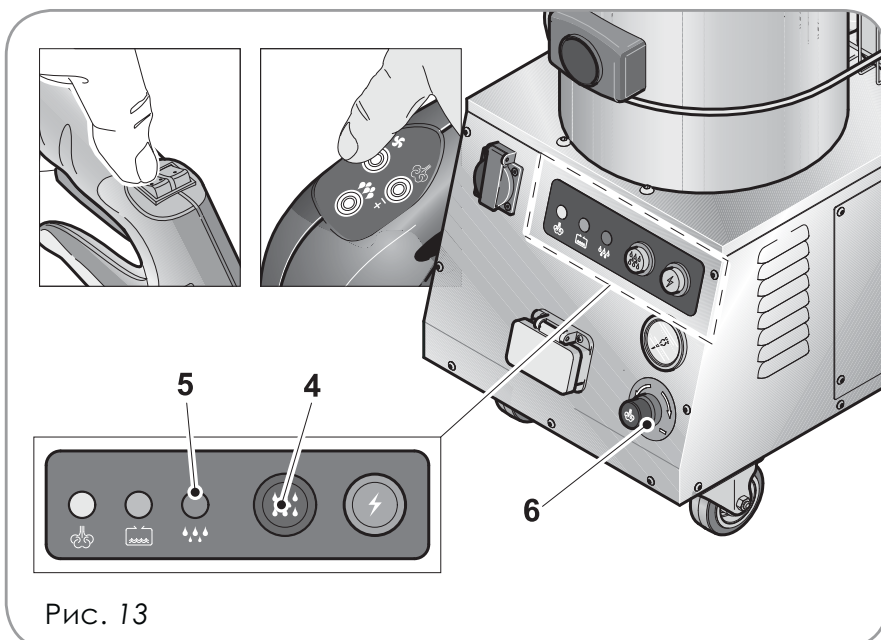
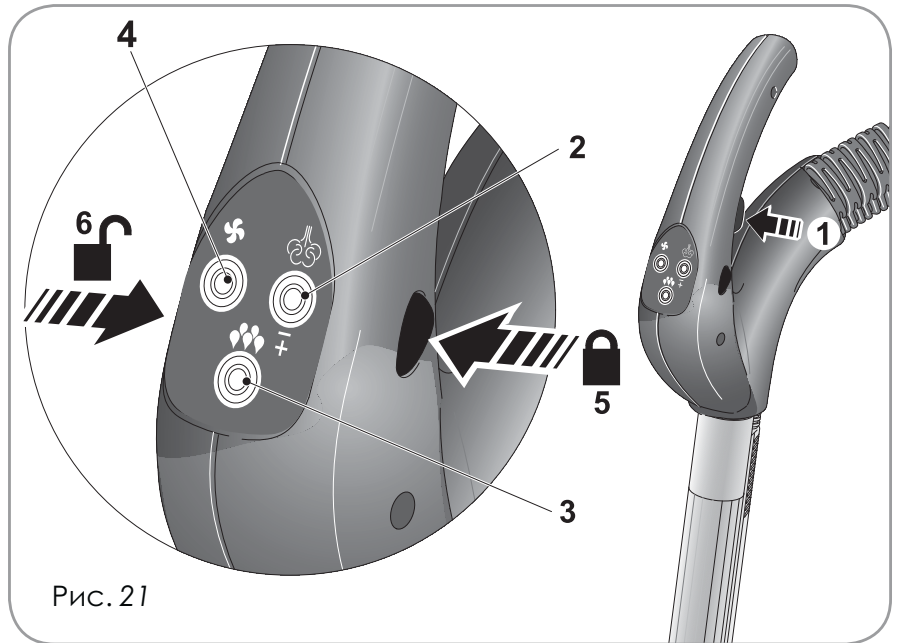
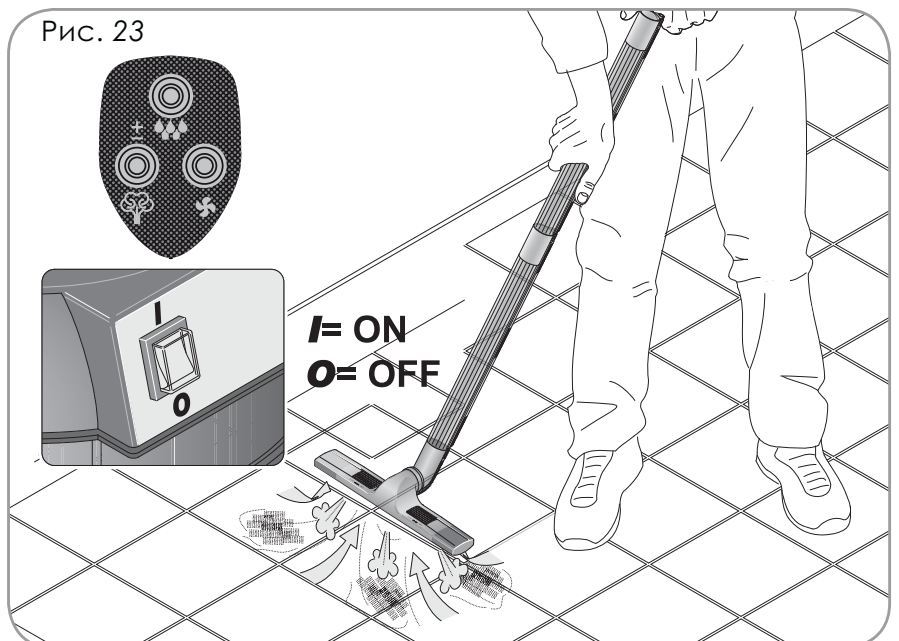

Рис. 13
Рис. 21
Рис. 23
Нажать кнопку подачи моющего средства (поз. 4, рис. 13). Нажать кнопку 2 рис.21 для подключения или отключения функции пара.
Нажимая на крючок 1 и кнопку 3 рис. 21, осуществляется подача пара и моющего средства, при отпускании кнопки 3, подача моющего средства прекращается.
С помощью регулятора пара (поз. 6, рис. 13) можно отрегулировать количество подаваемого пара, следуя стрелкам + и -, расположенным на панели.
Нажать кнопку (2) на рукоятке, чтобы включить или отключить функцию пара. После подключения функции нажать крючок поз.1 Рис.21 для подачи пара до его отпускания.
Также возможно запустить двигатель, нажав на кнопку (4), находящуюся на рукоятке (Рис.21). Для функционирования в данном режиме необязательно, чтобы генератор находился под давлением.
Во время нормальной подачи пара/моющего средства необходимо включить аспиратор для всасывания одновременно с подачей пара (рис. 23), нажав на кнопку 4 (рис. 21).